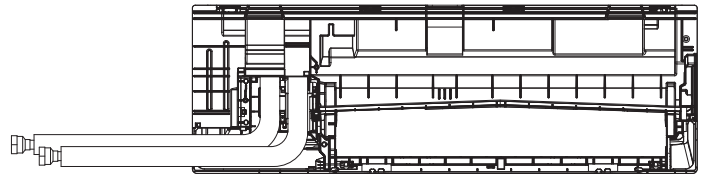

Fig. 3-15
- (8) Isolationsmaterialien ⑨ zum Isolieren an den geschnittenen Teilen der Rohrabdeckungen anbringen. (Fig. 3-15, 3-16)
- (9) Kastenabdeckung ⑩ anbringen.